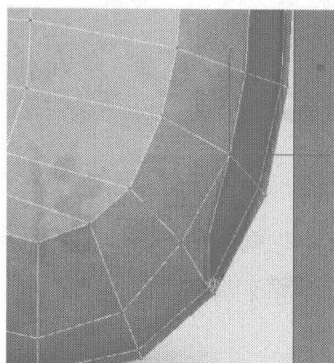
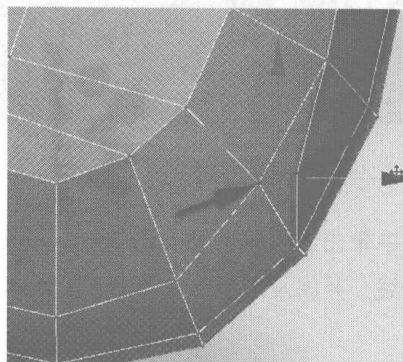

图 3.28
图 3.29
- 01 切换为节点编辑，单击右键，在弹出的快捷菜单中选择 Cut 命令，在 Left 视图中 MP3 右下角如图 3.28 所示的位置添加细分线，再选择如图 3.29 所示的两个节点，在 Edit Vertices 卷展栏中单击 **Connect** 按钮，为两点之间添加一条曲线。